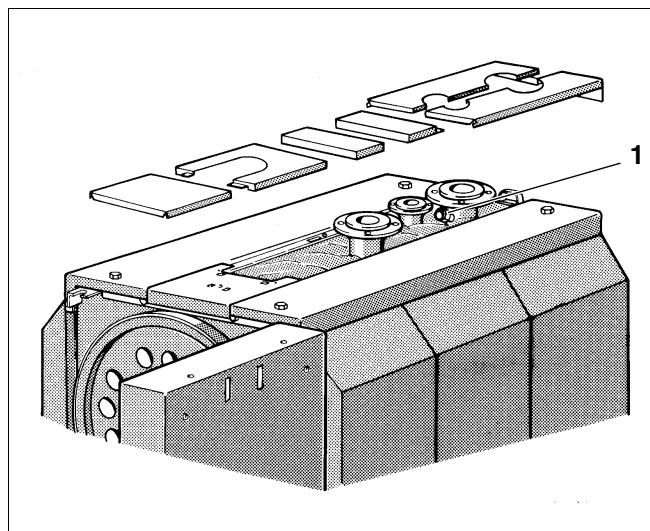

Fig. 25 Punct de masurare
- Conducata de senzori cu senzori pentru regulatorul de temperatură FTR, termometrul FT, termostat de siguranță al temperaturii FSTB și temperatură apă cazan FK trebuie direcționată către (Fig. 25, **Poz. 1**) teacă de imersie.